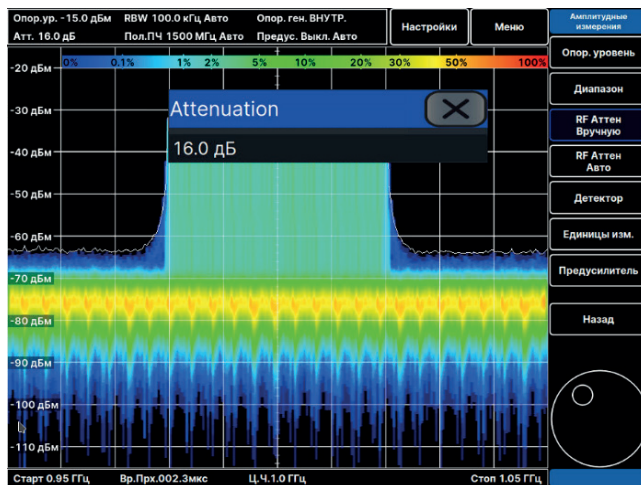

Рис. 70. Установка ослабления входного аттенюатора
**RF Atten Вручную / RF Atten Manual** – ручная настройка входного аттенюатора, далее ввести значение ослабления в дБ или изменить значение вращением джога (Рис. 70);